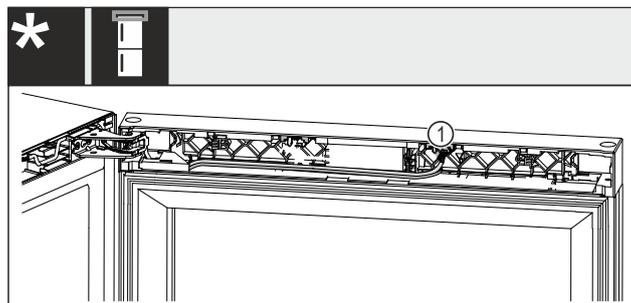

Fig. 22 Комбинации из холодильника для вина и морозильника*
- ▶ Вытяните штекер Fig. 22 (1) из гнезда.*